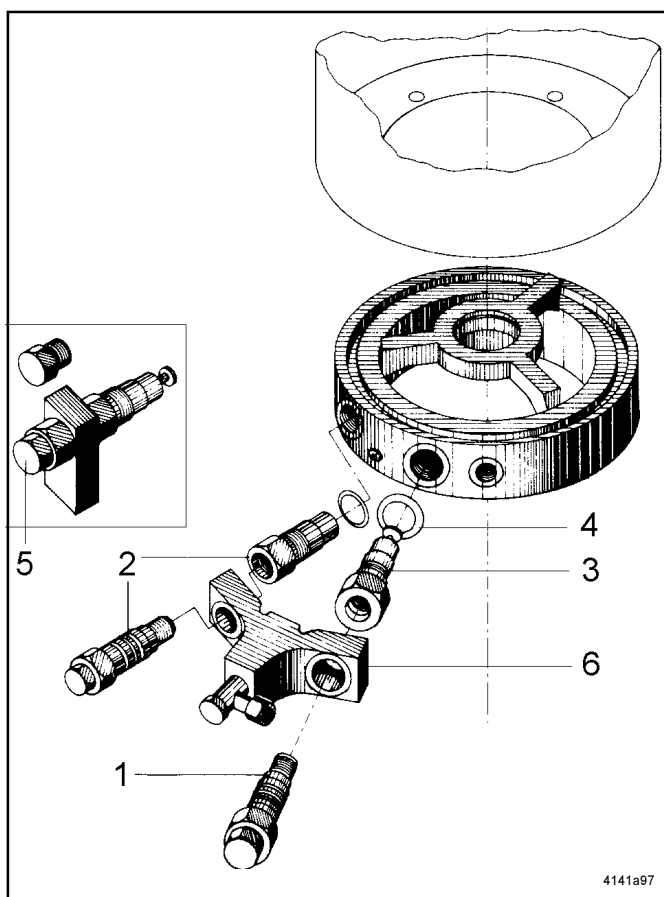

Fig. 3 : Remplacement des éléments de pompe
- \* Desserrer l'élément (pos. 5, fig. 3) vissé sur la goupille filetée (ouverture de clé : 32).